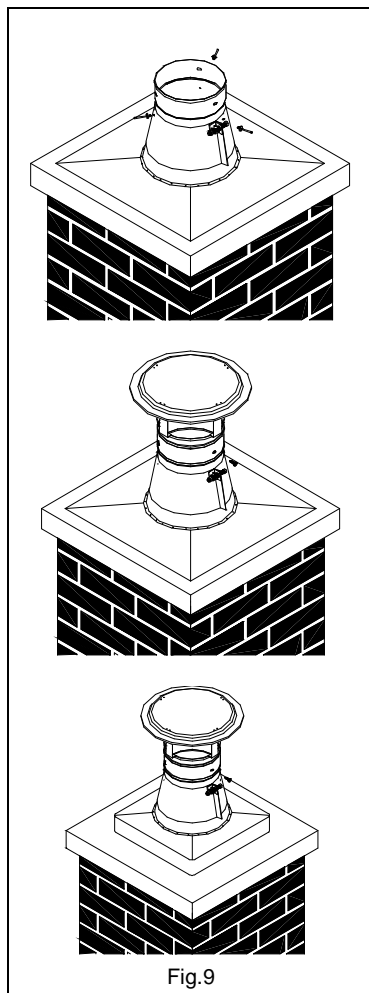

Fig.9
1. Insérez la plaque du support supérieur par-dessus la gaine de cheminée et placez-la au sommet du couronnement ou du boisseau. Si la mise en place a lieu au sommet du boisseau, il est possible de découper la plaque du support pour qu'elle en adopte le contour (Fig.9).
Pour la gaine rigide : Insérez le collet du support supérieur par-dessus la gaine rigide pour qu'il s'appuie sur le cône du support et serrez-le solidement sur la gaine. Fixer le collet du support à la gaine à l'aide des rivets en acier inoxydable qui sont fournis (Fig. 9). Comme mentionné au début de ce manuel dans la section "Généralités", faites le choix des longueurs de gaine pour ne pas avoir plus de 6 pouces de gaine au-dessus du collet du support supérieur.